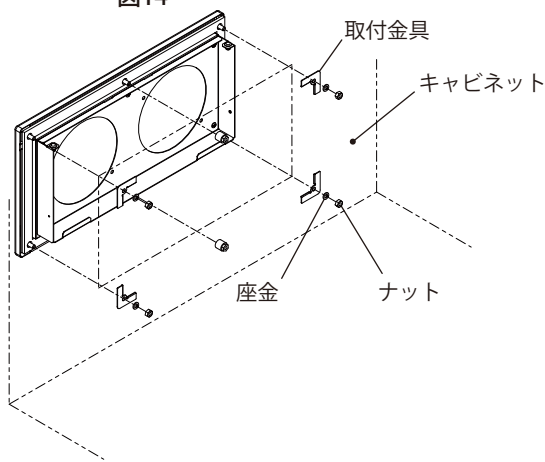

図16
3. SLS-4424FR(C)・FSR に付属されている取扱説明書に従い、SLS-4424FR(C)・FSR をキャビネットに取り付けてください。(図 16)